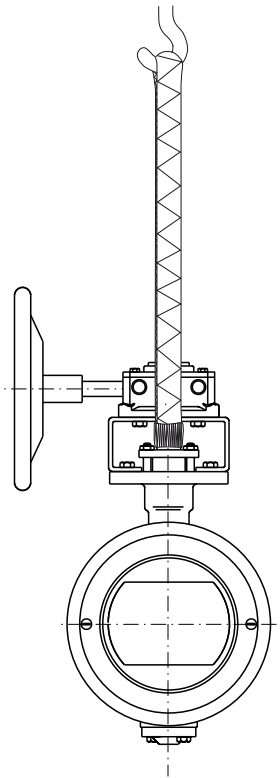

Fig.4-1
- Use correas de levantamiento para levantar el engranaje, cuando éste se instale en la válvula(→ Fig. 4-1).